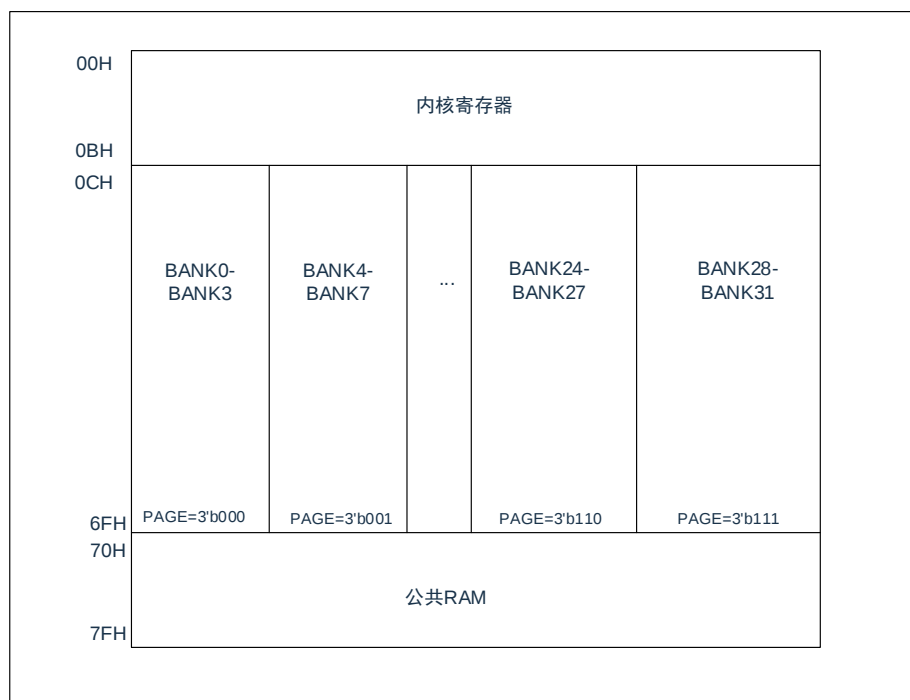
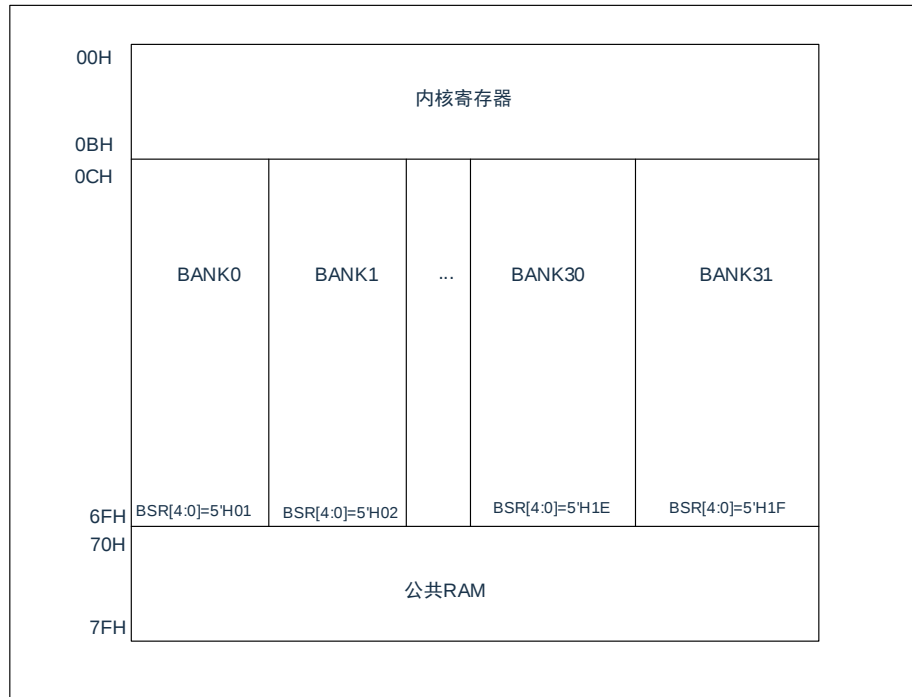

图 2-2: 数据存储器（汇编语言程序）
图 2-3: 数据存储器（C 语言程序）
- 1) 图 2-2，图 2-3 纵坐标指的是每个 BANK 的低 7 位地址偏移量；
- 2) 图 2-2 数据存储器仅对汇编程序有效，图 2-3 数据存储器仅对 C 语言程序有效；
首先在汇编语言程序中，特殊功能寄存器地址和通用 RAM 地址受 PAGE（BSR<4:2>）控制的，直接寻址访问相应的 BANK 存储区地址之前需要正确设置 PAGE 值；PAGE 控制 BANK 存储区示意图可参考图 2-2。
在 C 语言程序中，特殊功能寄存器地址和通用 RAM 地址受 BSR<4:0>控制的，直接寻址访问相应的 BANK 存储区地址之前需要正确设置 BSR 值（实际程序并不需要，编译软件自动插入指令，赋值给 BSR 寄存器）；BSR 控制 BANK 存储区示意图可参考图 2-3。